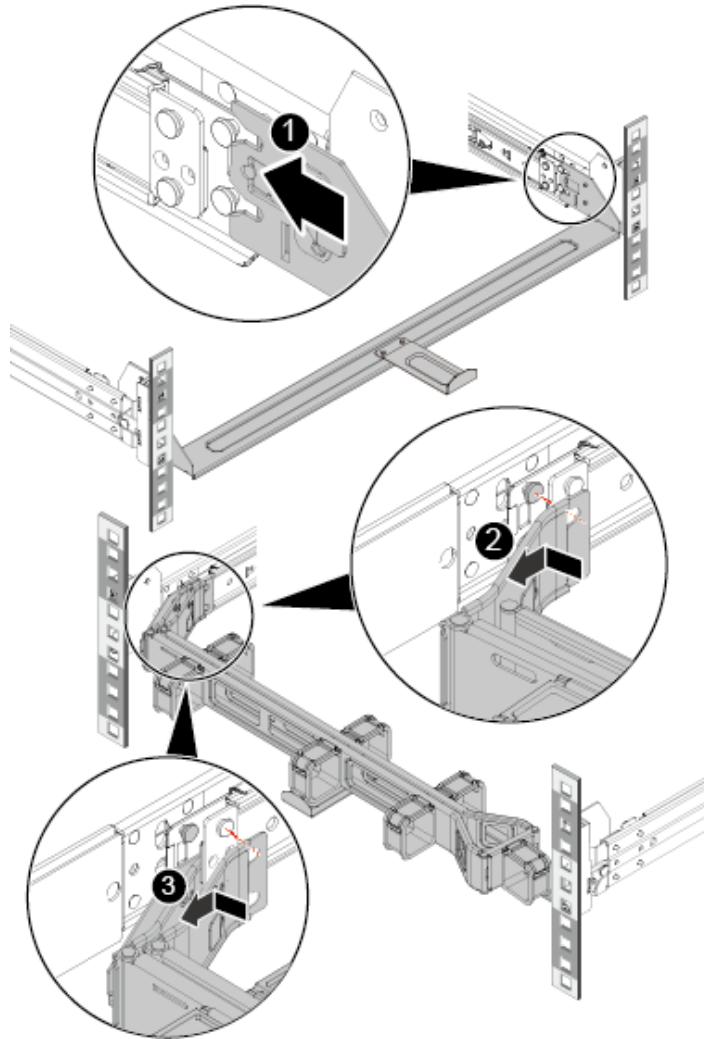

图 4-13 安装理线架
- 1) 将支撑杆卡入外轨两侧的固定钉中，如图 4-13 中①所示。
- 2) 将理线架支架的外壁卡入左侧外轨的固定钉中，并沿箭头方向拉固定理线架，如图 4-13 中②所示。
- 3) 将理线架支架的内壁卡入左侧内轨的固定钉中，并沿箭头方向拉固定理线架，如图 4-13 中③所示。